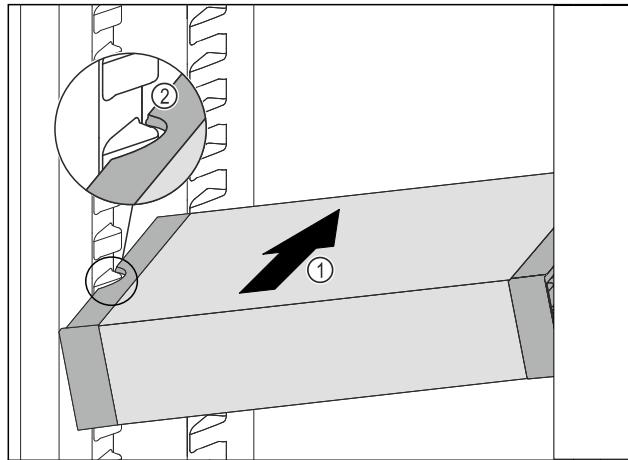

Fig. 107
- VarioSafe schräg in das Kühlteil einschieben Fig. 107 (1), bis sich die seitlichen Aussparungen Fig. 107 (2) des Variosafes auf Höhe der Behälterrippe im Kühlteil befinden.